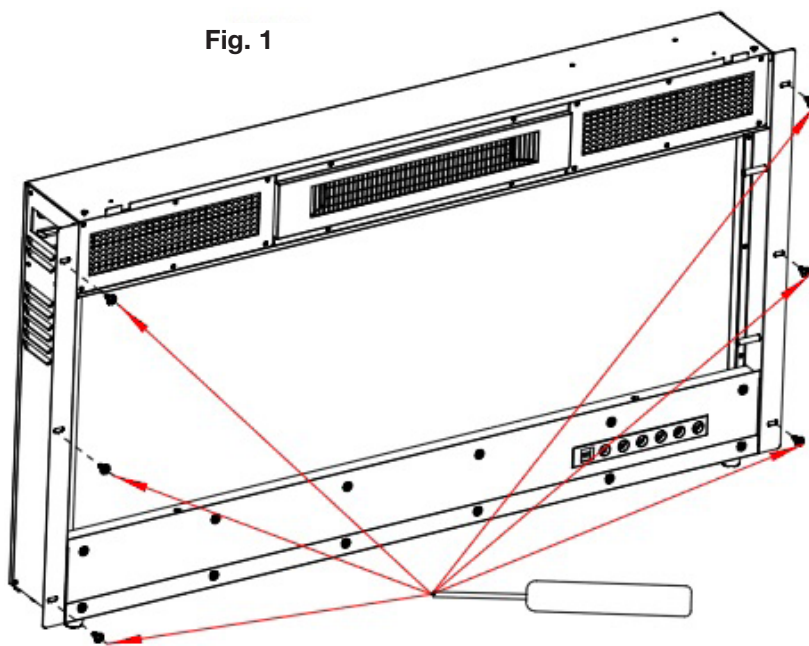

Fig. 1
- Utilisez les 6 vis (fournies) pour verrouiller l'appareil dans le mur avec les 2 supports existants (**Fig. 1**).